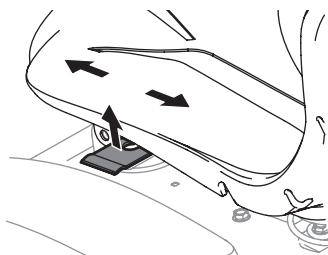

Figure 10
3. Relâchez le levier de réglage. Assurez-vous que le siège est verrouillé avant d'utiliser l'appareil (Figure 10).